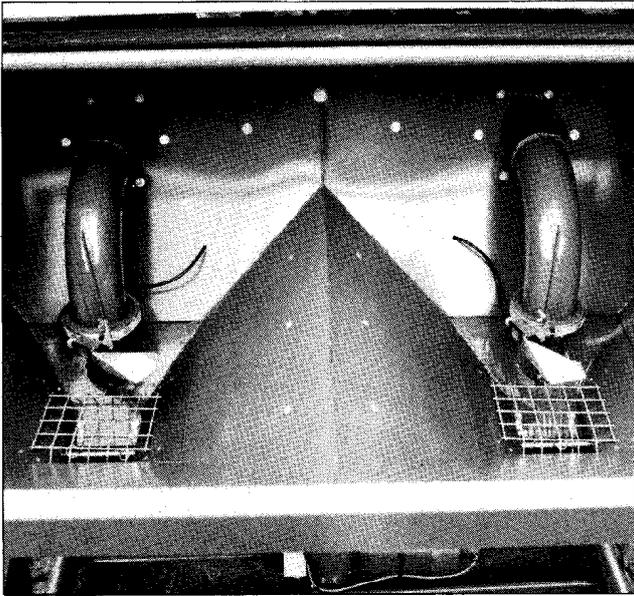

Fig. 8
a) Restfüllstand: Aufleuchten + Warnblinklicht (1.a). (Restmengenmelder sind verstellbar, Fig.8 + 9; ca. kg Restmenge je Dosiereinheit.